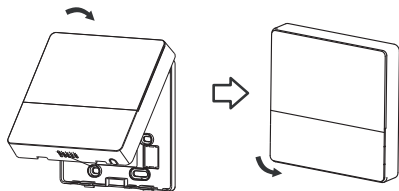

Рисунок 3-13
- Установіть верхню кришку на місце і замкніть її; уникайте защемлення дротів під час встановлення. Див. рис. 3-13.